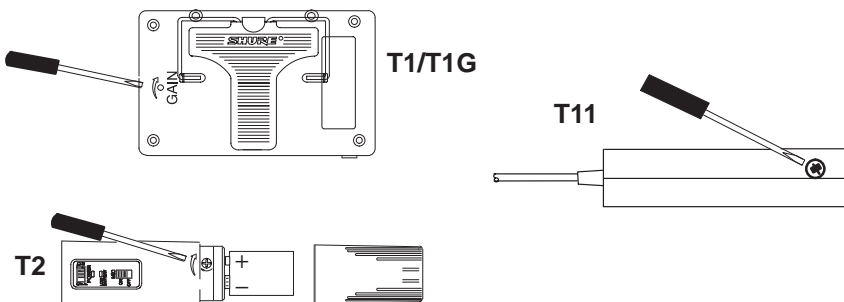

FIGURA 12
Il controllo del guadagno audio situato sul trasmettitore T1G è stato preregolato in fabbrica sulla posizione di minimo guadagno (completamente in senso antiorario) per ridurre il rischio di sovraccarichi con conseguenti distorsioni e/o tagli. Se la spia rossa PEAK situata sul ricevitore *non* lampeggia quando il volume dei suoni emessi dalla chitarra è elevato, occorre regolare il livello del guadagno del trasmettitore per adattarlo al livello dell'uscita della chitarra o del basso. In tal modo si otterrà, durante la rappresentazione, il migliore rapporto possibile segnale/rumore. Vedere la Figura 12.
- *Per diminuire il guadagno:* utilizzando il cacciavite in dotazione, ruotare il controllo del guadagno del trasmettitore in senso antiorario mentre si canta o parla usando un'intensità di voce normale (T2 o T1). Continuare a ruotare il controllo finché la spia rossa PEAK sul ricevitore soltanto lampeggia quando si canta o si parla ad alta voce. Vedere la Figura 12.